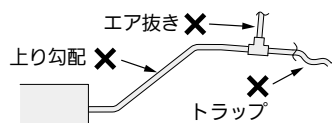

図 8
- 接続部より上り勾配で配管しないでください。(ユニット停止時、ドレン水が逆流して水漏れの原因になります) (図 8)
(ドレン水が吹き出ることがあります) (図 8)
- 途中に立上げやトラップを作らないでください。(異常音の原因になります) (図 8、10)